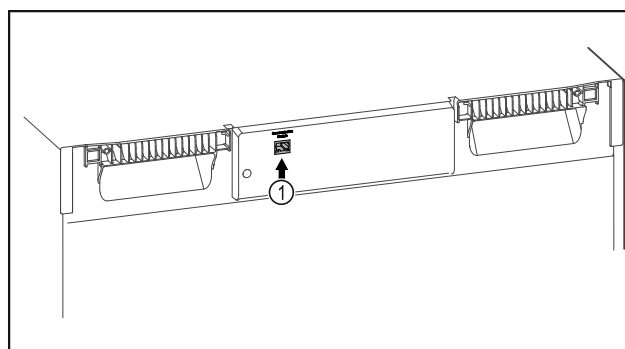

Fig. 79
- A SmartModule Fig. 79 (1) be van helyezve.